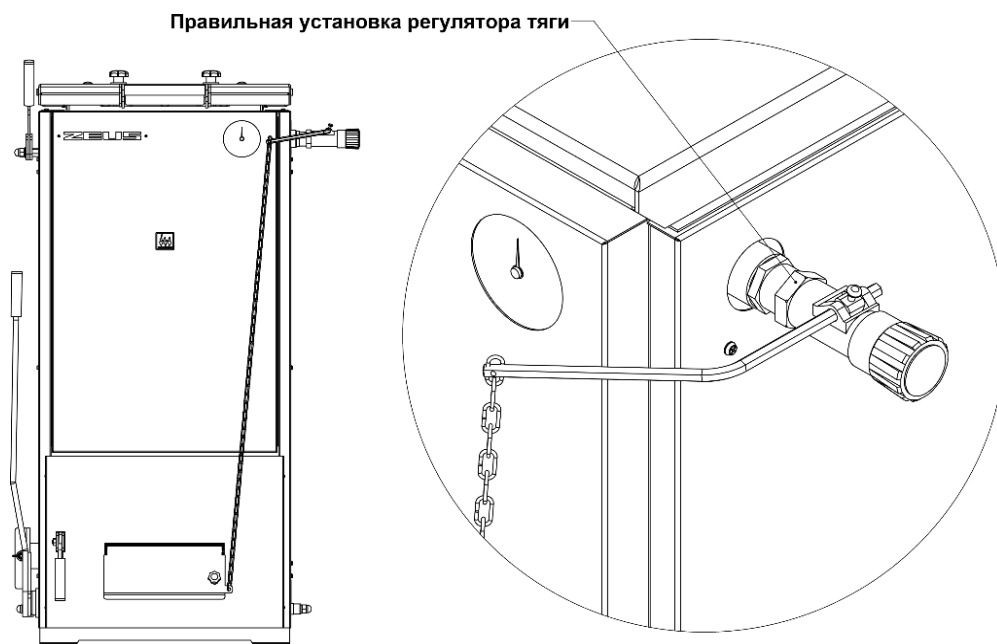

Рис. 11 Установка регулятора тяги
2. Выньте транспортировочную пластмассовую трубку и вместо нее вставьте шестигранный рычаг передней стороной, в которой нет отверстия и зафиксируйте рычаг затянув винт. Вставьте большой крючок цепочки в отверстие рычага. Регулятор тяги при этом должен быть установлен зажимным винтом вверх (рис. 11).